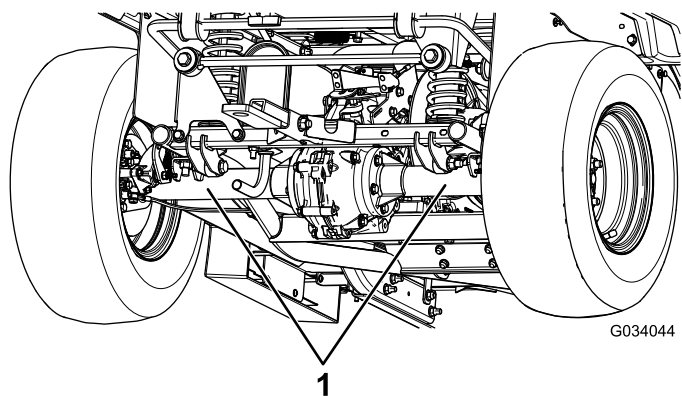

Figure 24
- Le point de levage arrière de la machine est situé sous les tubes d'essieu (Figure 24).